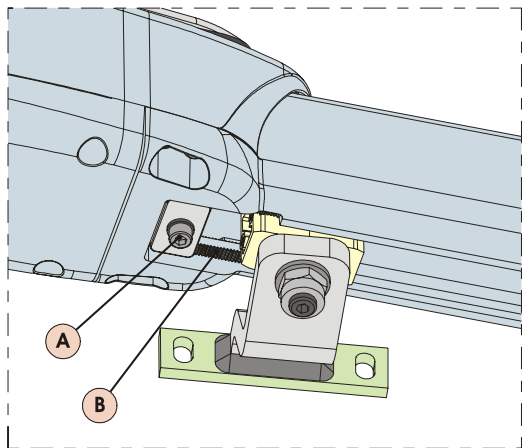

Fig. 17
- 3) Allentare la vite di fissaggio, Fig.17 rif.A. Non è necessario rimuovere completamente la vite.
ATTENZIONE: L'arresto meccanico lavora accoppiato ad un settore dentato, Fig.17 rif.B, nel caso di impedimenti durante la movimentazione accertarsi che l'accoppiamento sia libero. **NON ESERCITARE FORZATURE.**